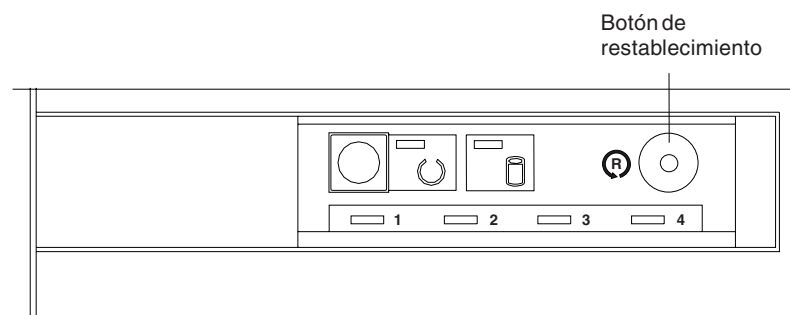

Figura 2. Ubicación del botón de restablecimiento del 4693
- Pulse el botón de restablecimiento (vuelco) en su sistema como se muestra en la Figura 2 en la página 385. (Es posible que 4694 no tenga botón de restablecimiento.)
- Pulse el botón de restablecimiento que se muestra en la Figura 2 en la página 385.